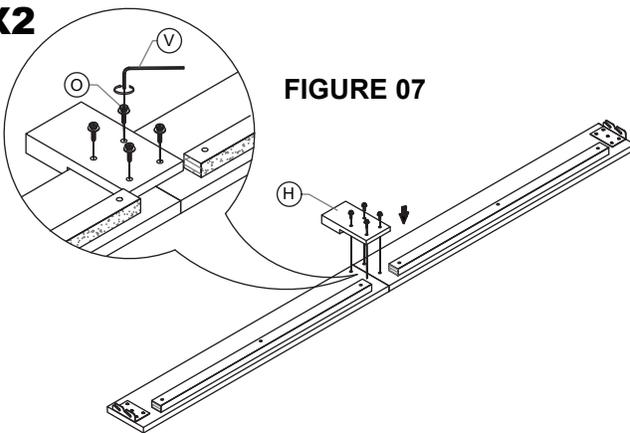

FIGURE 07
Install the leg support (H) to the side rail by using the Allen bolt (O) with lock washer, flat washer and Allen key (V). See **FIGURE 07**.
/Installez le support de jambe (H) sur le rail latéral à l'aide du boulon Allen (O) avec la rondelle de blocage, la rondelle plate et la clé Allen (V). Voir **FIGURE 07**.